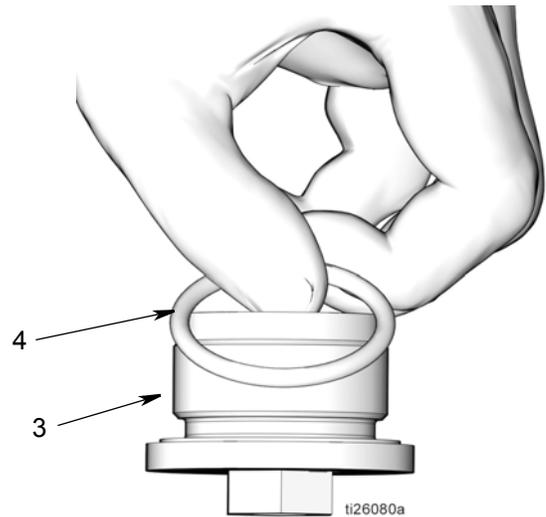

FIG. 54
- d. Aplique una capa fina de grasa en la junta tórica (4). Monte la junta tórica en la tuerca de tope del pistón (3) (FIG. 54)